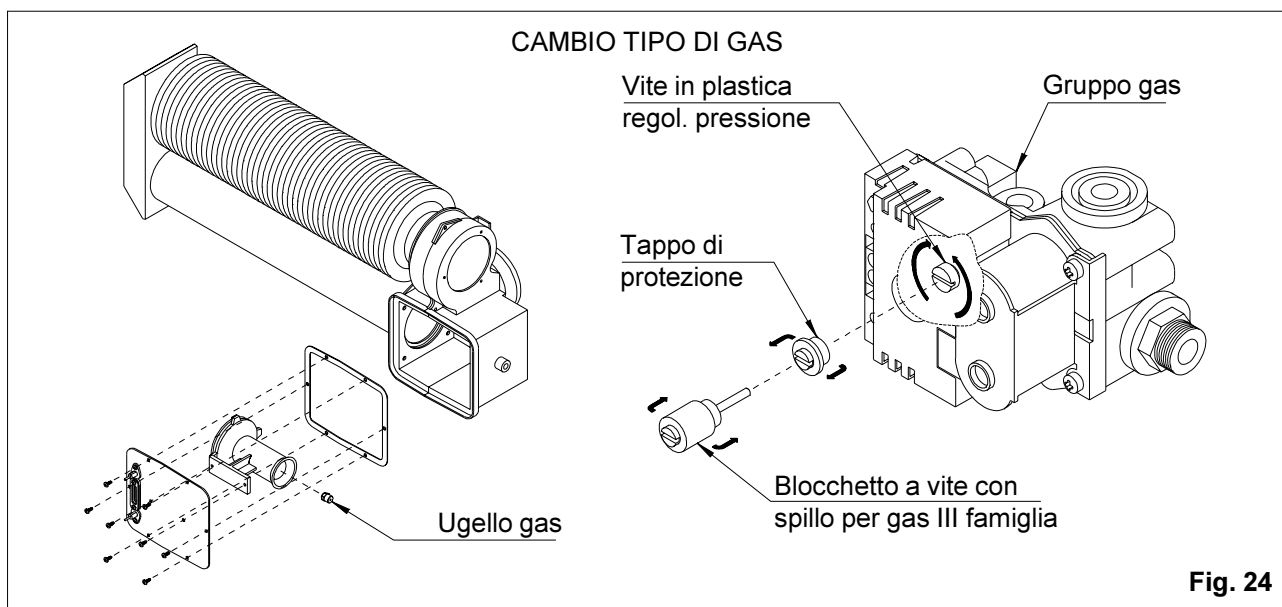

Fig. 24
- d) togliere le 6 viti che fissano la piastra porta-bruciatore alla camera di combustione ed estrarla, facendo attenzione a non danneggiare la guarnizione di tenuta. Smontare l'ugello gas con una chiave esagonale da 10 mm e sostituirlo con il nuovo, avvitandolo fino a garantire la tenuta (*fig. 24*)
mente a fine corsa la vite in plastica del regolatore di pressione. Inserire al posto del tappo di protezione il bloccetto a vite dotato di spillo, in modo da mettere fuori servizio il regolatore stesso (*fig. 24*). **Conservare il tappo di protezione del regolatore di pressione per un eventuale riutilizzo successivo**
- c) togliere le 6 viti che fissano la piastra porta-bruciatore alla camera di combustione ed estrarla, facendo attenzione a non danneggiare la guarnizione di tenuta. Smontare l'ugello gas con una chiave esagonale da 10 mm e sostituirlo con il nuovo, avvitandolo fino a garantire la tenuta (*fig. 24*)
- e) sul gruppo gas togliere il blocchetto a vite dotato di spillo posto sul regolatore di pressione, in modo da ripristinare la funzione del regolatore stesso (*fig. 24*)